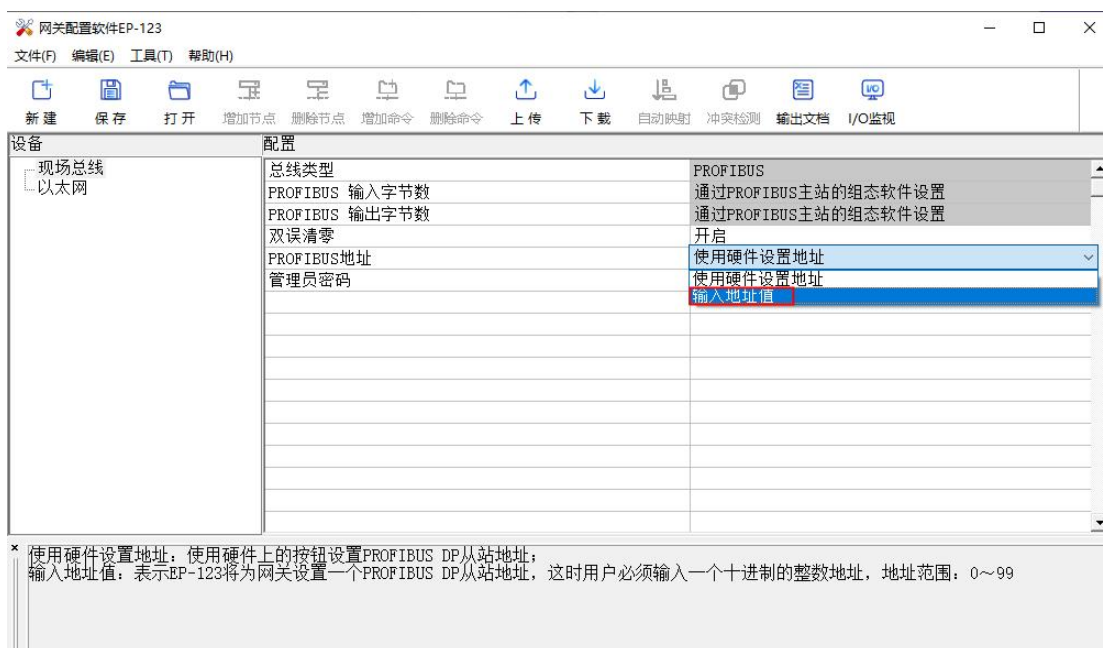
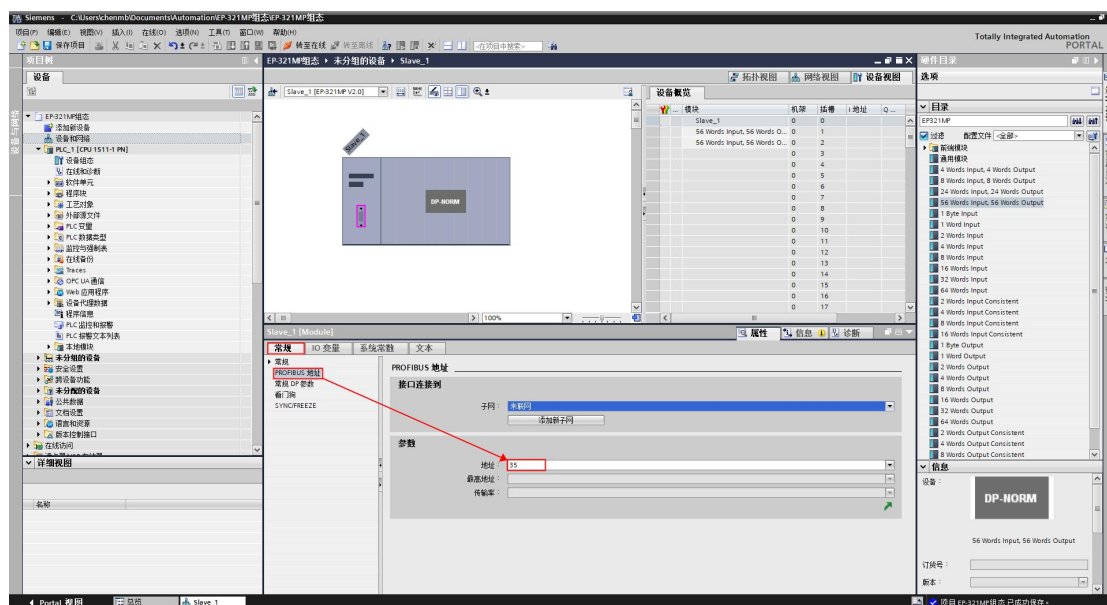
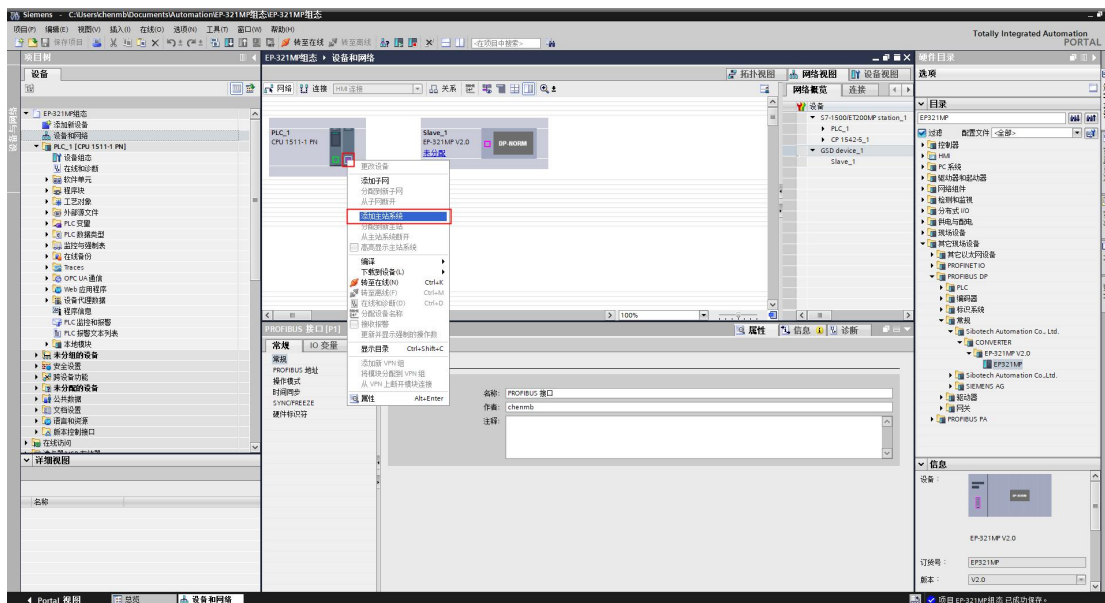

图 10 将 PROFIBUS 地址设置为软件修改
图 13 配置 EP-321MP 设备 PROFIBUS 地址
图 14 添加主站系统
10. 打开 EP-321MP 配置软件 EP-123，在“现场总线”中下拉 PROFIBUS 地址选项，选择输入地址值，如图 10 所示：
13. 双击设备并点击下方常规-PROFIBUS 地址中更改网关地址与图 10 中软件的配置必须一致，如图 13 所示：
14. 将组态界面转换到“网络视图”，点击“PLC_1”，在图 13 的紫色小框处右键“添加主站系统”如图 14 所示：